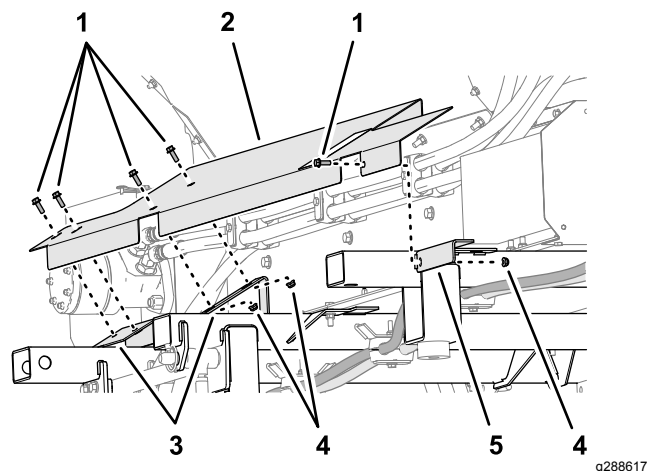

Рисунок 27
1. Совместите пазы в боковом щитке с пазами в двух опорах щитков средней и задней поперечин и L-образного кронштейна передней поперечины (Рисунок 27).
2. Прикрепите боковой щиток к опоре щитка на средней поперечине (Рисунок 27) с помощью 2 колпачковых болтов с фланцем (1/4 x 3/4 дюйма) и 2 фланцевых контргайки (1/4 дюйма).
3. Прикрепите боковой щиток к L-образному кронштейну на передней поперечине (Рисунок 27) с помощью колпачкового болта с фланцем (1/4 x 3/4 дюйма) и фланцевой контргайки (1/4 дюйма).
4. Прикрепите боковой щиток к опоре щитка на задней поперечине (Рисунок 27) с помощью 2 колпачковых болтов с фланцем (1/4 x 3/4 дюйма).